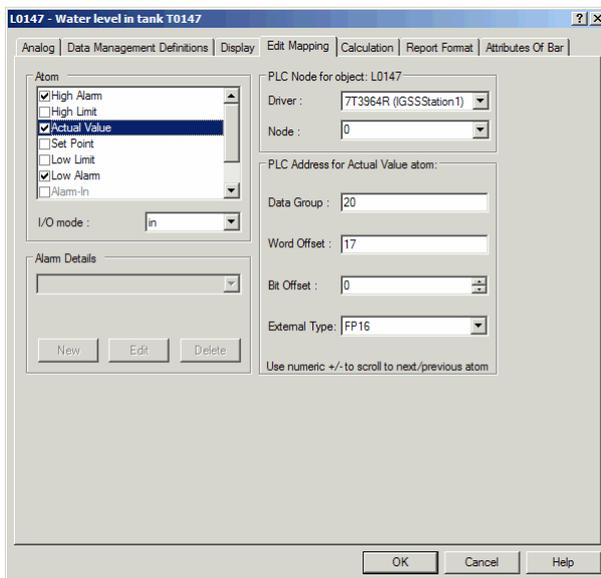

Рис. 3.41. На закладке **Edit Mapping** указывается специфический PLC адрес и прикрепляются соответствующие тексты тревог.
- В списке **Atom** выберите **Actual Value** и введите PLC адрес, как показано на рис. 3.41.